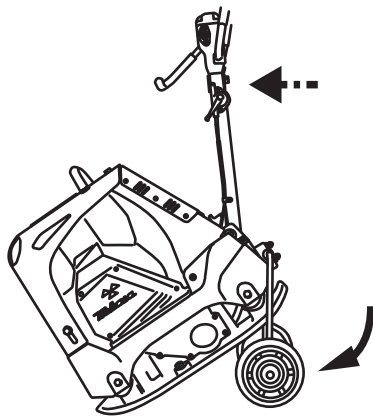

図 23
2. ハンドル上部を前方に押し機体を傾け、転圧盤の後端を浮かせます。車軸を転圧盤の下に回動させます。(図23)